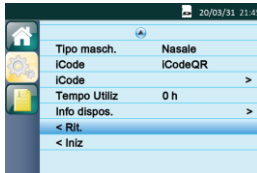

Fig. 13-8
(1) Tornare alla Interfaccia di Impostazione Iniziale. Spostare il cursore sull'opzione **Rit.** ruotando **la Manopola** , come mostrato nella Fig. 13-8.